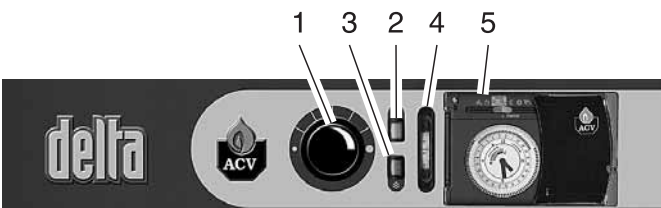

Рис. 23: Панель управления
### 7.1.1 ОЗНАКОМЬТЕСЬ С ПАНЕЛЬЮ УПРАВЛЕНИЯ (рис. 23)
**Перед выполнением любых работ отключите электропитание на распределительном щите котельного помещения. Выключите главный выключатель котла. (поз. 2, рис. 23)**
#### 1 – Регулируемый термостат 60–90°C (поз. 1, рис. 23)
#### 2 – Главный выключатель (поз. 2, рис. 23)
#### 3 – Переключатель «зима–лето» (поз. 3, рис. 23)
#### 4 – Термометр (поз. 4, рис. 23)
#### 5 – Контроллер (поз. 5, рис. 23)